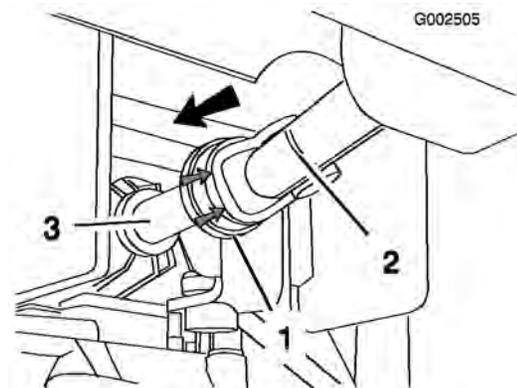

Figura 20
- Tire hacia atrás de la cubierta de goma de la parte delantera del árbol de la toma de fuerza (Figura 20).
- Instale el eje motor en el árbol de salida de la toma de fuerza (Figura 20).